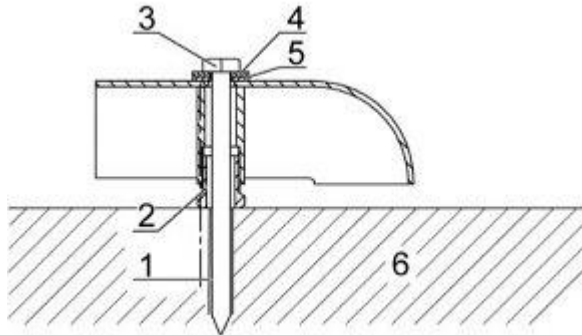

Abbildung 9 Befestigungselemente.
- ⇒ CHM 15k mit den mitgelieferten Scheiben und Befestigungsschrauben (siehe Abbildung 9) auf dem Betonfundament zunächst locker vormontieren.